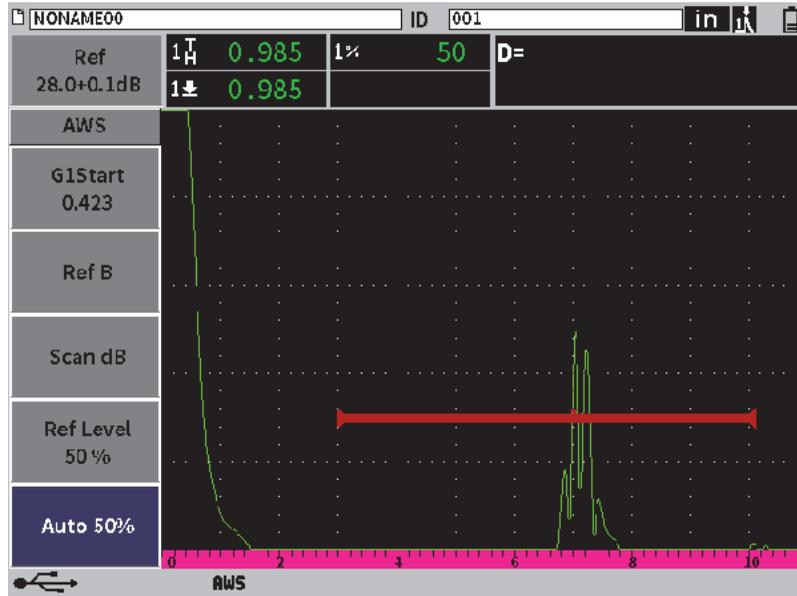

Figure 11-25 Fonction AWS activée et niveau de référence à 50 %
8. Appuyez sur la touche de tabulation pour sélectionner le paramètre **Auto XX%** (la valeur par défaut est réglée à 50 %), puis sur la touche d'entrée (voir Figure 11-25 à la page 209).